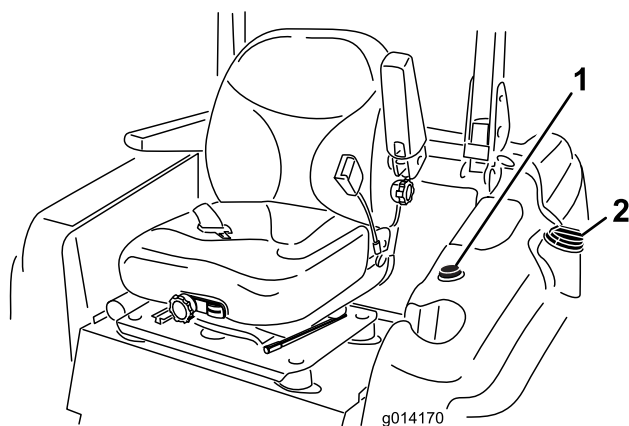

Figura 10
3. Limpe a zona em redor da tampa do depósito de combustível e retire a tampa (Figura 10).